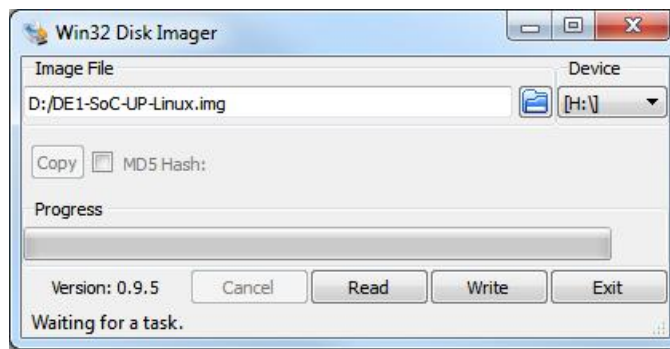

Рис. 80. Вікно Win32 Disk Imager
4. Виберіть літеру диска, відповідну картці microSD у розділі «Device», як показано на рис. 80.